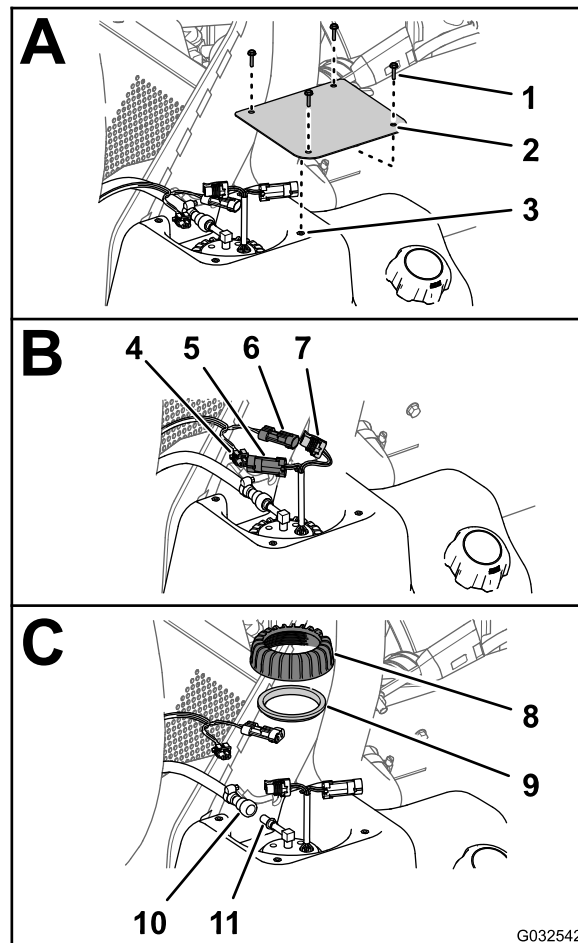

Figure 78
2. Sur le réservoir de carburant, retirez les 4 vis (n° 10 x ¾ po) qui fixent le couvercle au sommet du réservoir et déposez le couvercle (Figure 78).
carburant/transmetteur; débranchez le connecteur à 2 broches du faisceau de la machine du connecteur à 2 broches de la pompe à carburant/transmetteur (Figure 78).
4. Éloignez le manchon de verrouillage du raccord du flexible de carburant du raccord de la pompe à carburant/transmetteur, et débranchez le raccord du flexible du raccord de la pompe (Figure 78).
5. Tournez l'écrou de la pompe à carburant/transmetteur dans le sens antihoraire et déposez l'écrou et le joint (Figure 78).